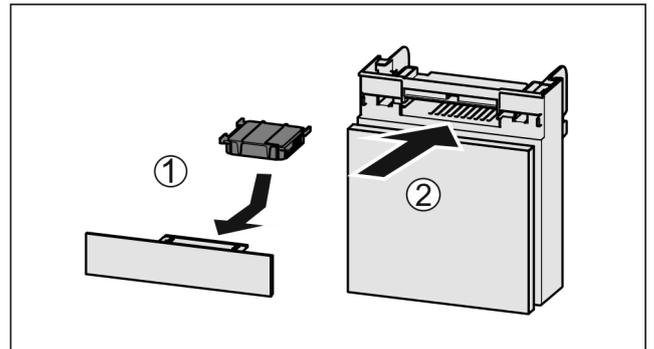

Fig. 108
- ▶ 按图装入 Fig. 108 (1) 活性炭过滤器。
- ▶ 推入 Fig. 108 (2) 抽屉。